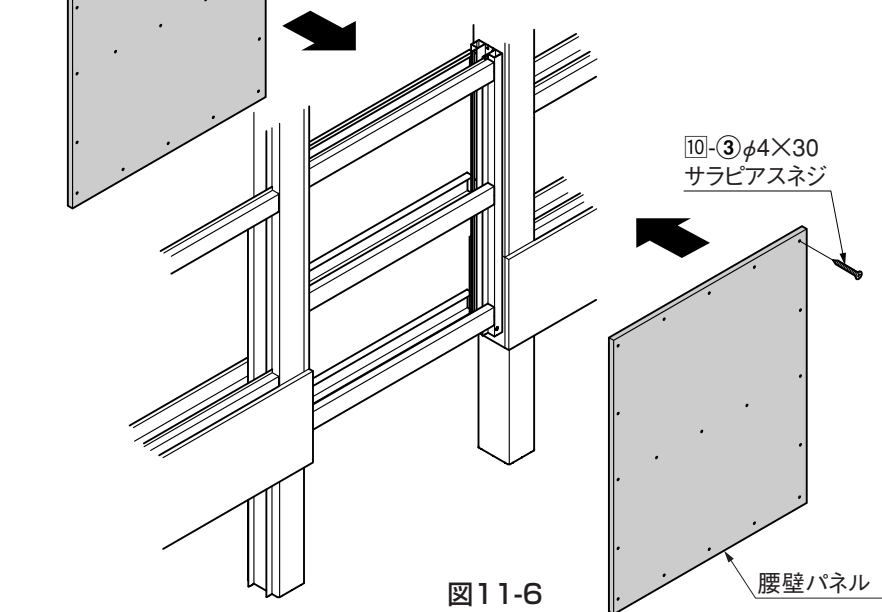

図11-6
④腰壁パネルを10-3で取付けてください。(図11-6参照)